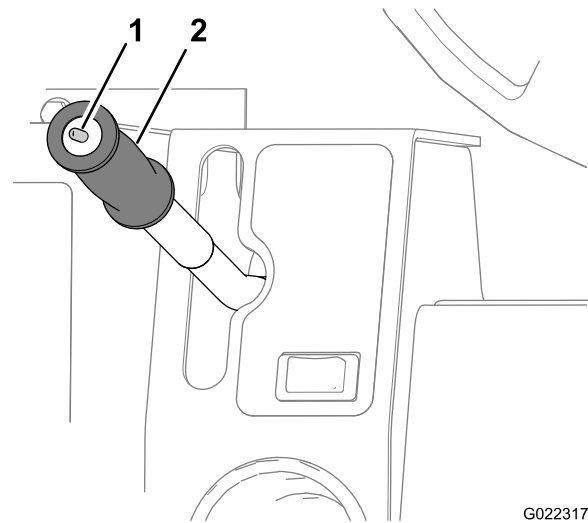

Bild 27
Mit diesem Kippschalter (Bild 27) steuern Sie die Betriebsart für den Hydraulikmotor, er hat zwei Stellungen: Transport und Arbeit. Wählen Sie die gewünschte Betriebsstellung. Drücken Sie den Schalter nach hinten (zu Ihnen), um die Arbeitsgeschwindigkeit (W) einzustellen, oder drücken Sie den Schalter nach vorne (von Ihnen weg), um die Transportgeschwindigkeit (I) einzustellen.